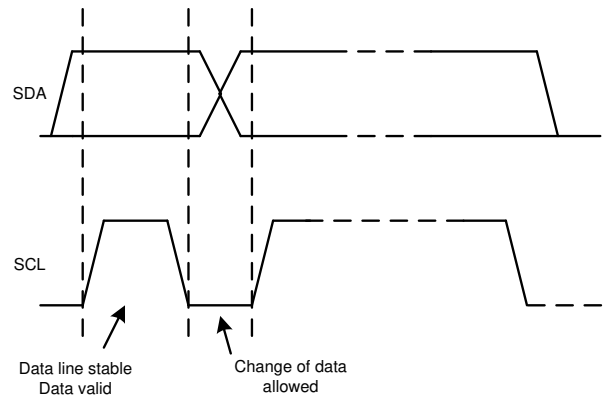

图 6-21. 在 I²C 总线上的位传输
2. 控制器随后产生 SCL 脉冲，并在 SDA 线上发送 7 位地址和读取/写入方向位 ($\overline{R/\overline{W}}$)。在所有传输期间，控制器确保数据有效。图 6-21 显示，有效数据条件要求 SDA 线在时钟脉冲的整个高电平期间保持稳定。所有器件都识别控制器发送的地址，并将其与相应内部固定地址进行比较。只有具有匹配地址的目标器件才会通过在第 9 个 SCL 周期的整个高电平期间拉低 SDA 线来生成确认 (另请参阅图 6-19)。当控制器检测到此确认时，则表示与目标的通信链路已建立。